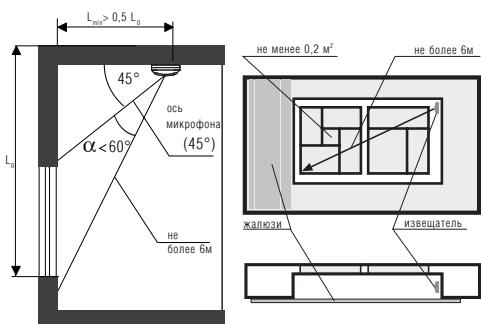

Рис.3
- для установки на стене или на потолке угол между осью микрофона и направлением на край охранимого стекла $\alpha < 60^\circ$ (рис.3а);
- для установки на боковой стене или на потолке $L_{\min} > 0,5 L_0$ (рис.3а);
- для установки на боковом торце оконного проема устанавливать на уровне верхней границы стекла (рис.3б);